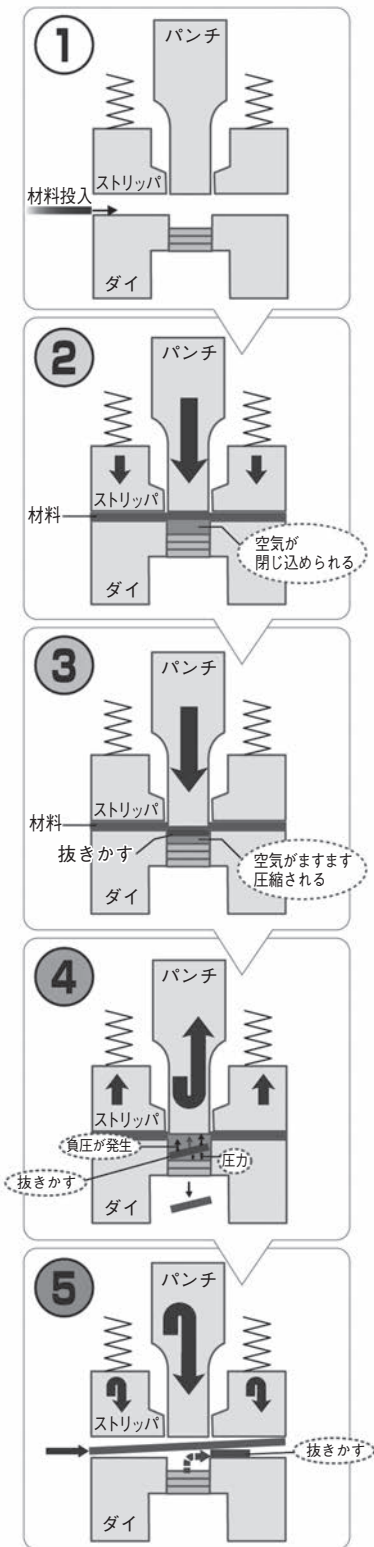

図1 かす上がり発生メカニズム
かす上がりとは、プレス打抜きされた「抜きかす」が金型ダイの中に保持されずに、パンチの上昇と共にダイから浮き上がる現象。プレス打抜きが高速化し、プレス材料が薄肉化するほど、かす上がりの発生頻度は高くなる。かす上がりはプレス品質不良や金型破損を引き起こすため、プレス加工の永遠の課題とされる。かす上がり発生メカニズムを図1で説明する。
もなされるが、ダイの中に残っている抜きかすと供給された材料に挟まれる空間に閉じ込められた空気(図1②参照)を除去できないため、かす上がりを効果的に防止することはできない。